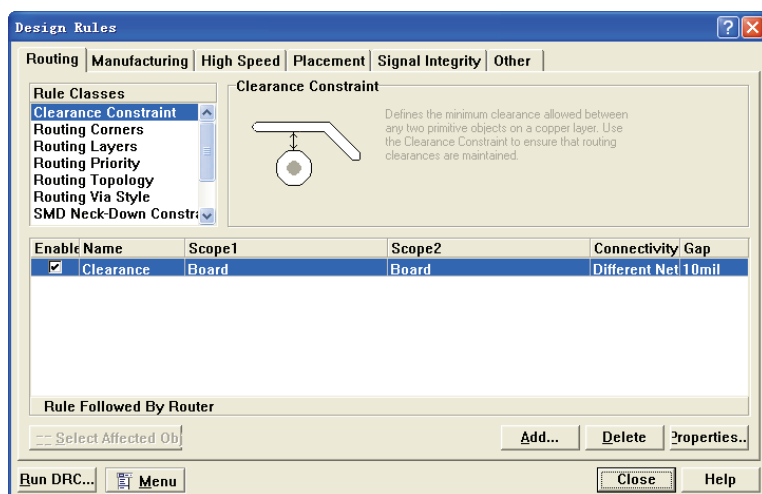
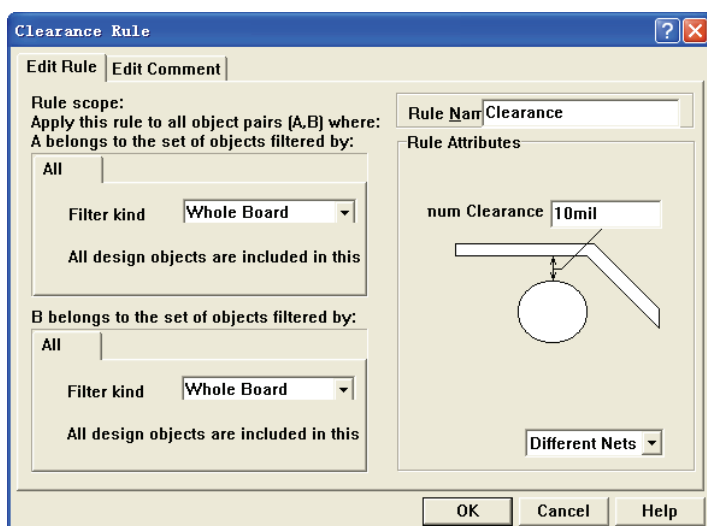

图 8-41 “Design Rules”对话框
图 8-42 “Clearance Rule”规则属性对话框
Protel 99 SE 在 PCB 编辑器为用户提供了 6 大类设计法则，覆盖了元件的电气特性、走线宽度、走线拓扑布局、表贴焊盘、阻焊层、电源层、测试点、电路板制作、元件布局、信号完整性等设计过程中的方方面面。在进行自动布线之前，用户首先应对自动布线规则进行详细的设置。单击“Design”→“Rules”菜单项，即可打开“Design Rules”对话框，如图 8-41 所示。
- “Clearance Constraint”（安全间距规则）选项：选中左侧的该项规则后，对话框右侧将列出该项规则的详细信息，如图 8-41 所示。单击 **Properties..** 按钮，系统弹出属性设置对话框，如图 8-42 所示。